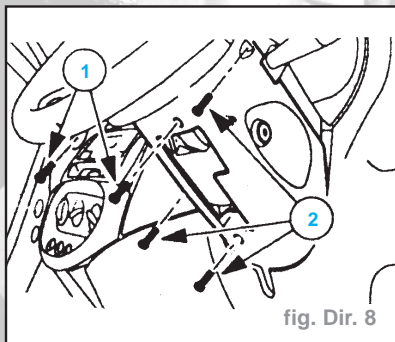

fig. Dir. 8
- Déposer (fig. Dir. 8) :
- la demi-coquille supérieure (1) de colonne de direction,
- la demi-coquille inférieure (2).
- Déposer les deux vis de fixation de demi-coquille supérieure (1) (fig. Dir. 8).
- Déposer les deux vis de fixation de demi-coquille inférieure (2) (fig. Dir. 8).
- les deux vis de fixation de demi-coquille supérieure (1),
- les deux vis de fixation de demi-coquille inférieure (2).